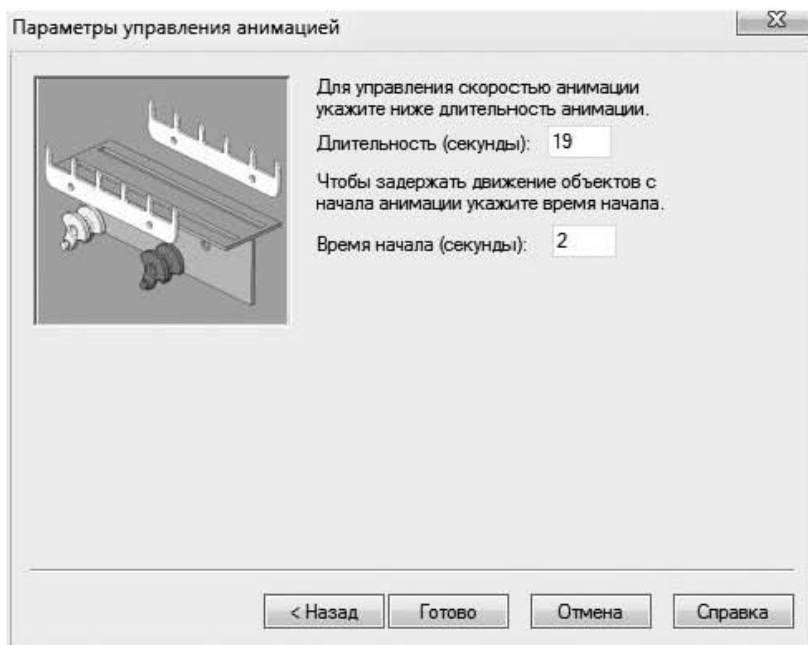

Рис. 6.55. Установка временных параметров анимации
11. Во втором окне диалога установите время каждого шага разнесения и начала анимации (рис. 6.55).